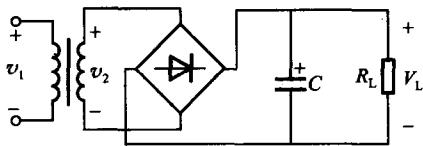

图 1-11
(4) 在单相桥式整流电路中, 变压器二次电压 $V_2 = 120$ V(见图 1-11 所示), 在未接滤波电容 C 时负载两端电压 V_L 是多少伏? 加了滤波电容并在空载情况下输出的直流电压最大值可达多少伏? 此时整流二极管实际承受的反向电压值是多大?